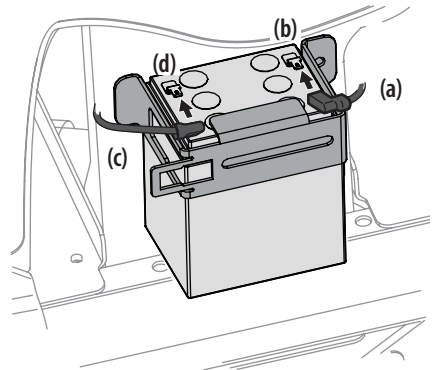

Figure 16
1. Branchez le câble rouge (a) sur la borne positive de la batterie (b). Voir la Figure 16.
2. Branchez le câble noir (c) sur la borne négative de la batterie (d). Voir la Figure 16.